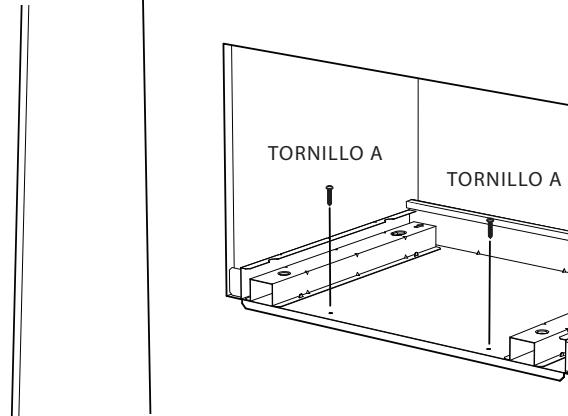

Ilustración 3
2. Asegure el conjunto del ducto inferior con dos tornillos A ( $1\frac{3}{16}$ "). **IMPORTANTE:** Asegure los tornillos en el interior del gabinete. Vea la ilustración 3.